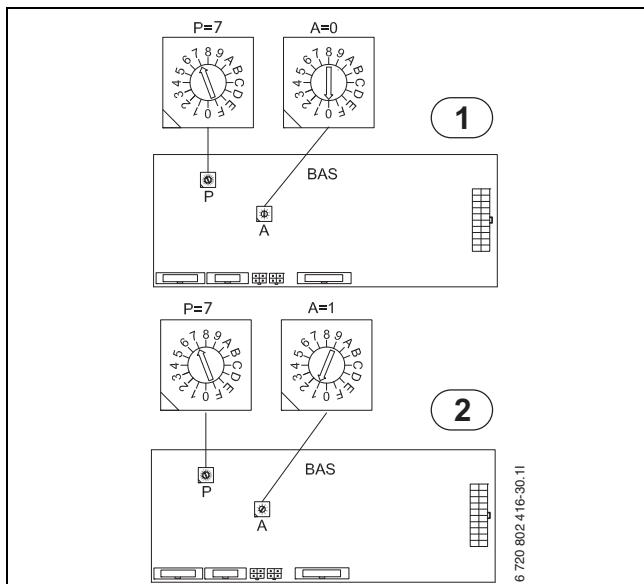

Рис. 74 Адресация теплового насоса 1 и 2 при каскадном подключении.
- Измените адрес платы BAS (тепловой насос 2) с A=0 на A=1 (→рис. 74). Установите терминирующий переключатель на плате PEL (тепловой насос 2) в положение "Term".